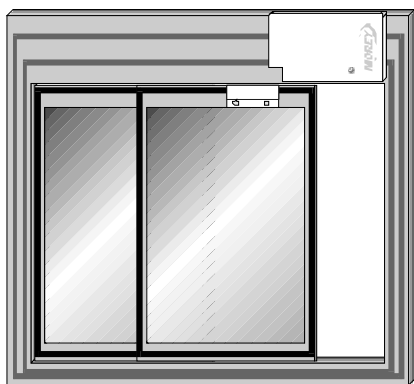

Fig. 4
- Retire o papel de proteção da fita e cole o REED-LC no batente da porta e o ímã na porta ou vice-versa, bem próximos um ao outro, de tal maneira que ao abrir a porta eles se afastem (fig. 4 e 5).